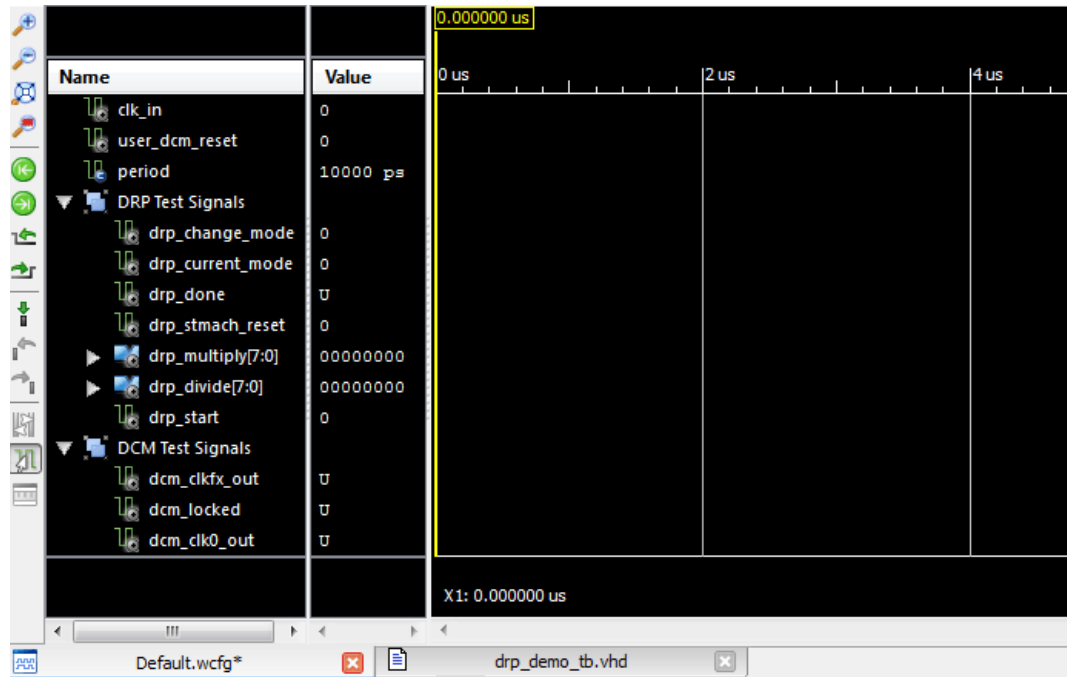

図 4-17：グループの追加
3. すべての作成したグループを展開表示します。波形ウィンドウは、図 4-17 のように表示されます。